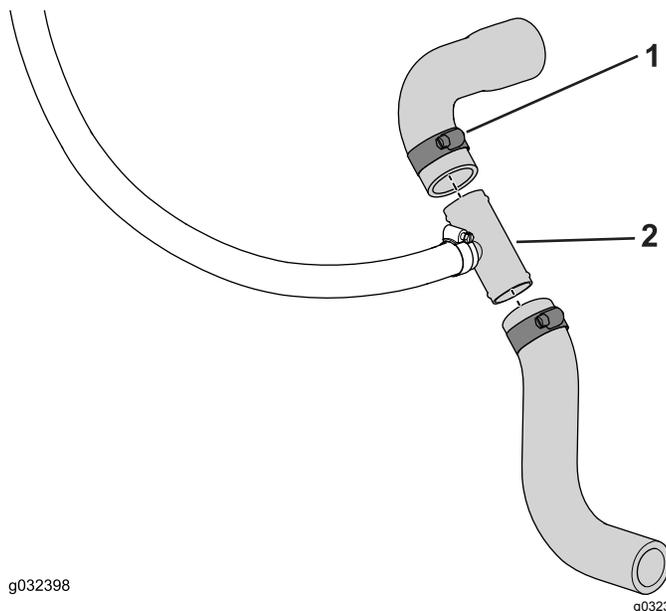

Figura 11
3. Fate scorrere le estremità tagliate sul raccordo a T e fissatelo utilizzando la fascetta stringitubo (da 3/4" a 1 1/2"), come illustrato nella Figura 11.